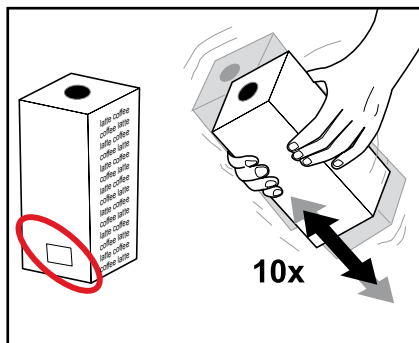

Рис. 18
Читать указания, нанесенные на упаковку. Не использовать поврежденные упаковки с концентратами. Не использовать упаковки с концентратами с истекшим сроком годности. (Рис. 18)
3. Встряхнуть упаковку не менее 10 раз. (Рис. 18)